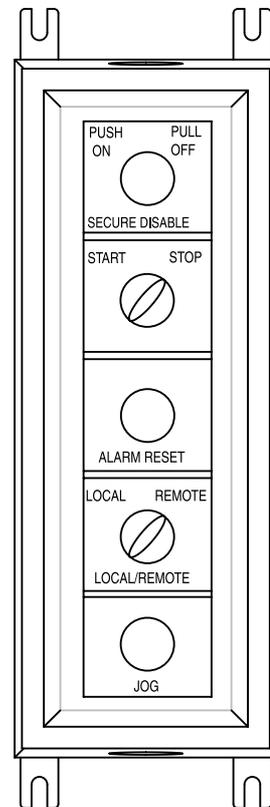

FIG. 11. Caja de control local
Véase la FIG. 1 en la página 7, y la FIG. 11. Instale la caja de control local (C) en la zona peligrosa lo más cerca posible de la bomba.